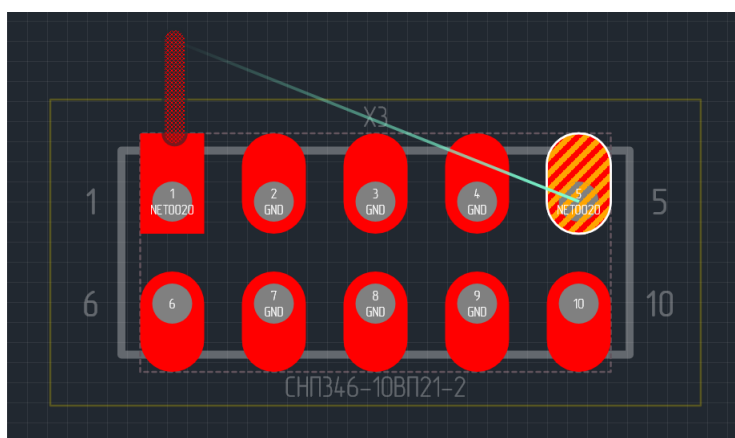

Рис. 212 Отображение возможного вида участка трека
1. Выберите точку для начала размещения трека и нажмите левую кнопку мыши, переместите в заданную точку, через которую нужно проложить трек. В этот момент на экране отображается возможный вид трека, предлагаемый автоматическим трассировщиком, см. Рис. 212.